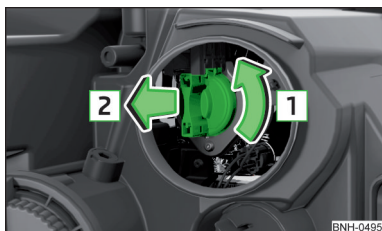

Fig. 182
- > Rotiți soclul până la capăt în sensul săgeții **1** » fig. 182.